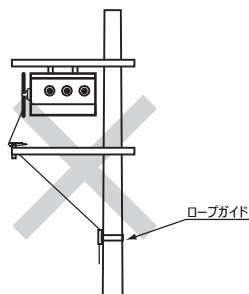

図7
⑤入切操作がスムーズにできない可能性がありますので、操作用ロープがジグザグになる場合は、ロープガイドは使用しないでください。(図7)